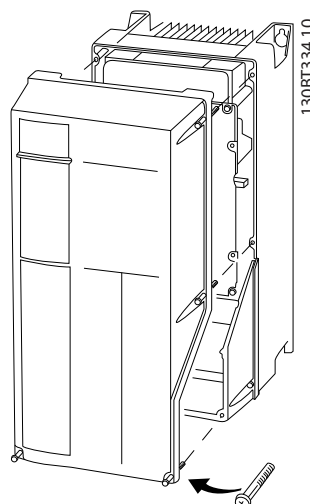

Ilustración 2.10 Acceso al cableado de control de las protecciones A4, A5, B1, B2, C1 y C2
- También puede retirar la cubierta frontal aflojando los tornillos de fijación. Consulte la *Ilustración 2.10*.